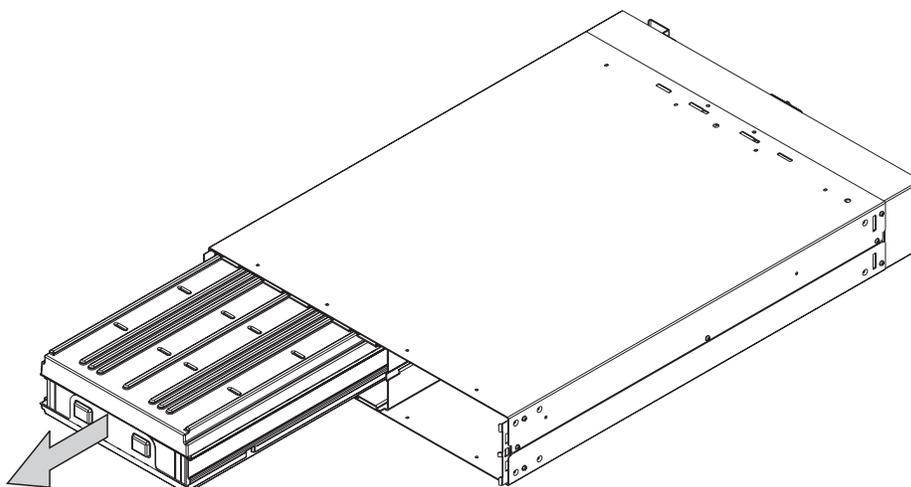

図 116. 無停電電源装置のバッテリーの取り外し
4. バッテリー・プレートを取り外して、バッテリーをつかめるようにします (196 ページの図 116 を参照)。